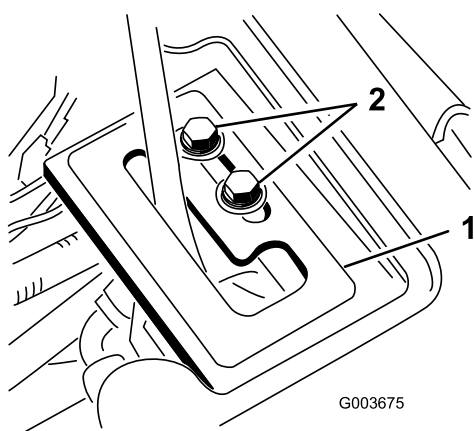

Figure 17
1. Insérez la plaque de guidage du levier sur le levier de relevage et fixez-la sans serrer au châssis avec 2 vis à embase et rondelles (Figure 17).
6. Lorsque le moteur est en marche et que le levier de commande de levage est en position **Flottement**, faites glisser la plaque de guidage jusqu'à ce que le vérin de levage puisse être déployé et rétracté à la main (Figure 17).
7. Serrez les vis de fixation de la plaque de guidage du levier pour bloquer le réglage (Figure 17).